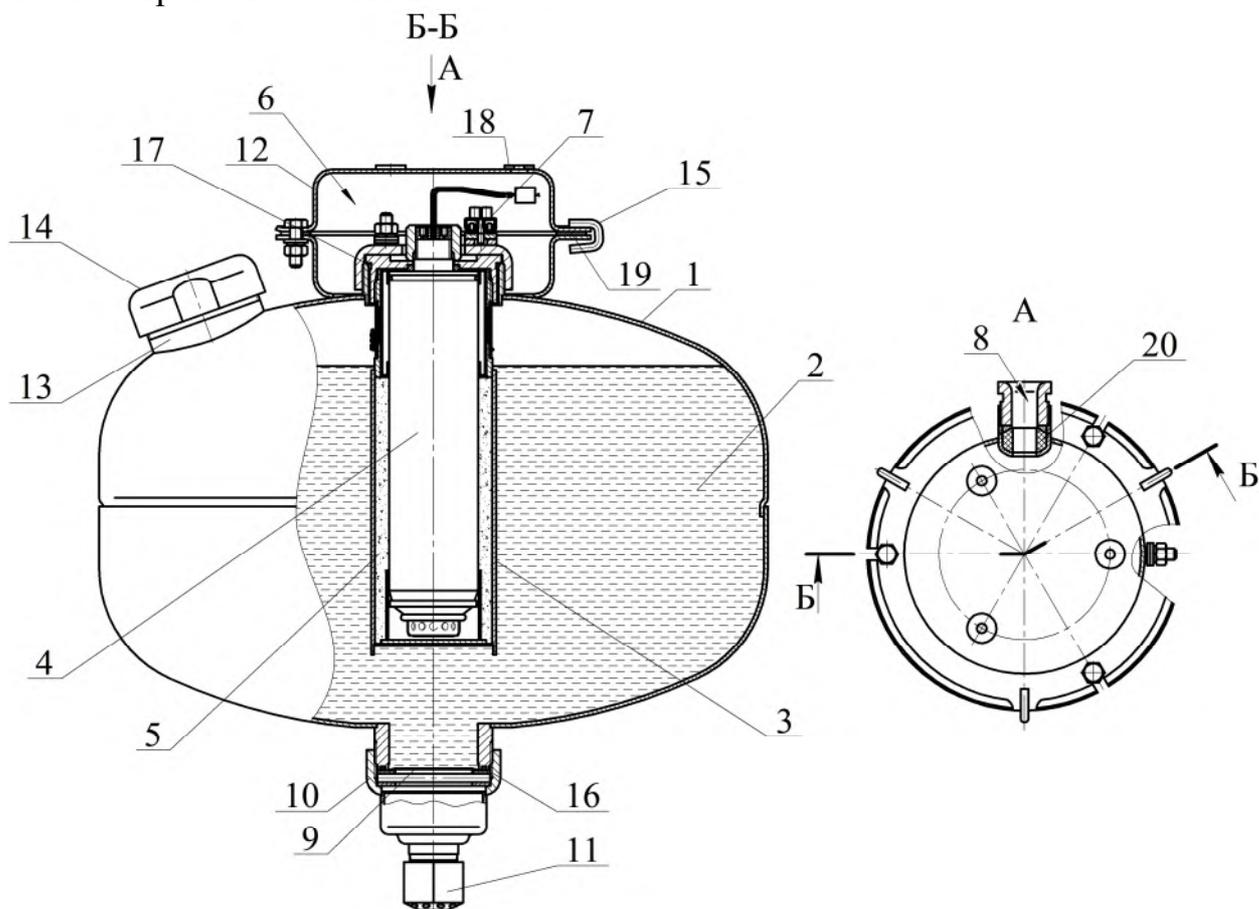

Рисунок 1
1.4.1.1 МУПТВ (см. рисунок 1) состоит из корпуса 1, заправленного жидким ОТВ 2, в котором размещено газогенерирующее устройство 3. В герметичный корпус газогенерирующего устройства со степенью защиты IP68 установлен ИХГ 4 с элементом электропусковым. Зазор между ИХГ корпусом газогенерирующего устройства заполнен пористым искрогасящим материалом 5. Соединительные провода элемента электропускового ИХГ выведены в коробку 6 через герметизированный узел в корпусе МУПТВ, обеспечивающий требуемую (не ниже IP67) степень защиты от внешних воздействий. Наружные концы проводов элемента электропускового (при монтаже по разделу 6 настоящего паспорта) присоединены к зажиму контактному винтовому 7, установленному в коробке 6 со степенью защиты IP65. Электрические зазоры и пути утечки между неизолированными токоведущими частями (контактных зажимов и проводников) составляют 1,6 мм. Монтажный кабель через кабельный ввод 8 входит в коробку 6 и подключается к зажиму контактному винтовому 7.
После подачи на выводы элемента электропускового электрического импульса ИХГ 4 (см. рисунок 1) генерирует газ, который, проходя через пористый искрогасящий материал, создает давление внутри корпуса МУПТВ для вскрытия мембраны 9 и выпуска через насадок-распылитель 11 в зону горения тонкораспыленной струи ОТВ.
2.1.3 Закрепить кронштейн 12 (см. рисунок 1) на потолке. Координаты отверстий в кронштейне приведены на рисунке 5.
Залить в отверстие верхней горловины 13 (см. рисунок 1) воду (питьевую либо дистиллированную) (температура воды должна быть плюс $(15...25)^{\circ}\text{C}$) объемом $11,8^{+0,2}$ дм³. Открыть упаковки с жидкими добавками к воде и залить их в отверстие верхней горловины 13.
2.1.6.3 Полученный раствор ОТВ залить в отверстие верхней горловины **13** (см. рисунок 1). Для окончательного приготовления ОТВ открыть упаковки с жидкими добавками к воде и залить их в отверстие верхней горловины **13**.
2.1.8 На выпускную горловину гайки **10** (см. рисунок 1) накрутить до упора насадок-распылитель **11**.